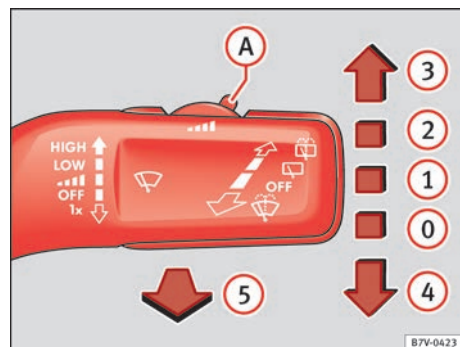

Fig. 66 Manejo del limpiaparabrisas.
- Presione la palanca del limpiaparabrisas brevemente hacia abajo ⇒ fig. 66 (4).